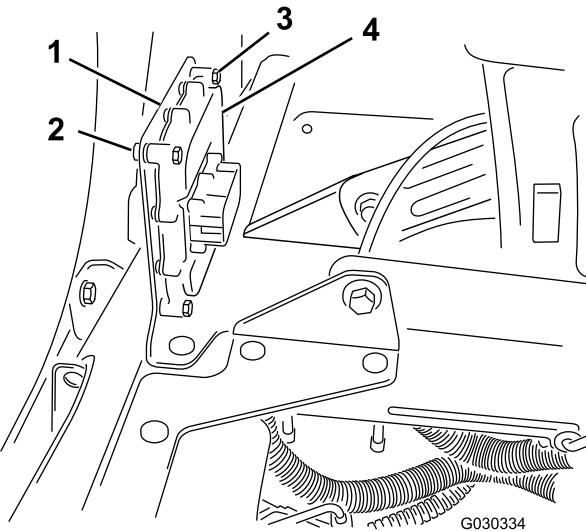

Figura 8
3. Sujete el controlador electrónico al soporte de montaje con 4 pernos (1/4 x 1-1/8") y 4 contratuerca (1/4") como se muestra en Figura 8.